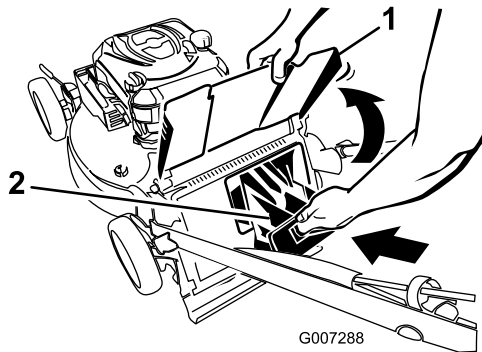
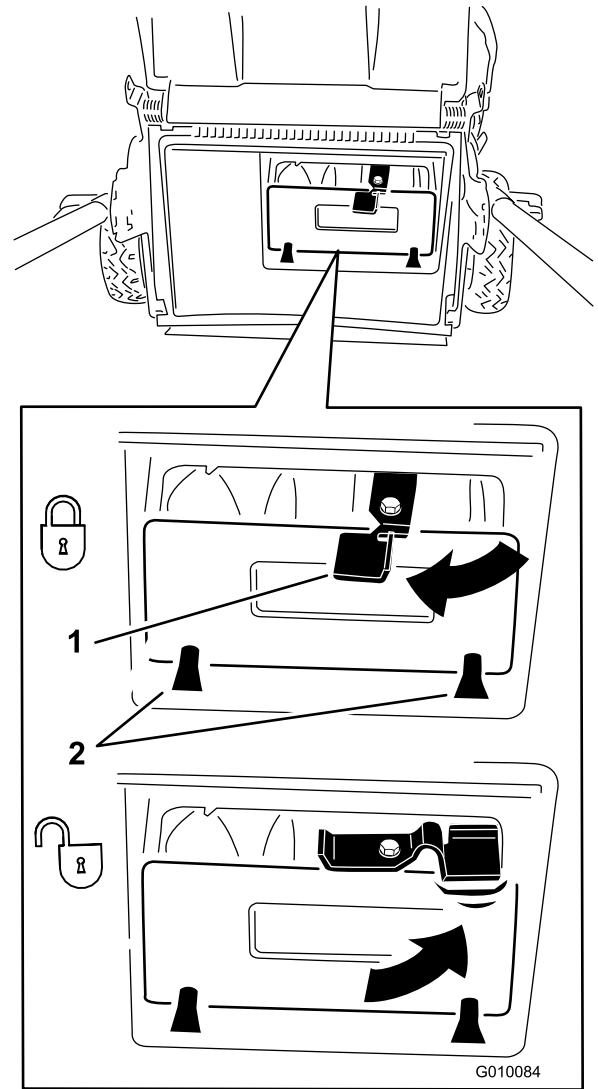

Figura 21
Figura 22
**Importante:** Asegúrese de que el tapón trasero está bloqueado en su sitio. Para bloquear el tapón: Levante la puerta trasera (Figura 21), introduzca el tapón y presione firmemente hasta que encaje detrás de las pestañas, y gire la palanca del tapón a la izquierda (Figura 22).
**Nota:** Para desbloquear el tapón trasero, gire la palanca del tapón a la derecha (Figura 22).